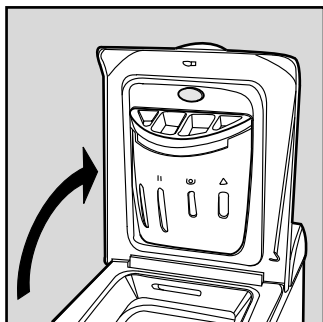

Fig. 1
A) APERTURA (Fig. 1) Levante la tapa externa y ábrala completamente